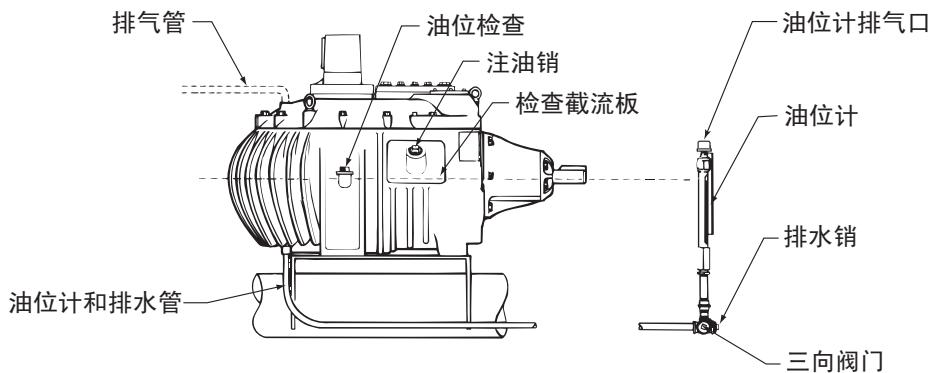

图 2 油位计和排油管 (图示为 36 系列减速机)
通过拆卸放油塞来排放齿轮减速箱的油。位置请参见图2。如果安装了外置油尺/油位计，请拆除该位置的放油塞，以便给整个系统排油。
1. 通过减速机检查截流板的注油孔注入机油，直到油位达到减速机外壳和视镜上的“满油位”标记处。请参见图2 和 3。将管塞重新装入注油孔。